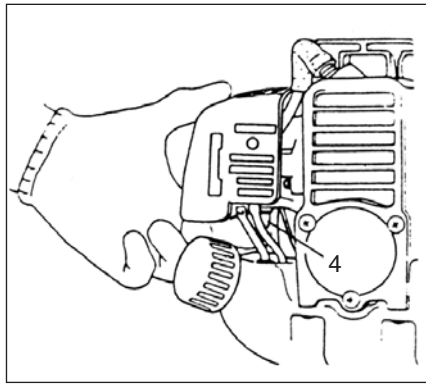

Fig.2-6
1. Coloque o botão da ignição (1) na posição ON. (Fig. 2-6, 7)